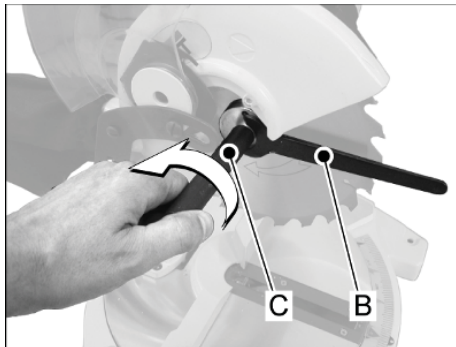

Рис. 12
- Затягніть фланець пилки за допомогою спеціального ключа (B, Рис. 12) та затягніть кріпильний гвинт пиляльного диска за допомогою ключа у комплекті (C).